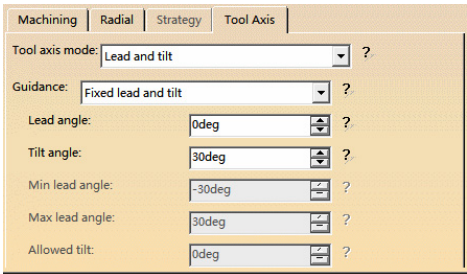

图 5-47 “Tool Axis” 选项卡（3）
- 在“Tool Axis”选项卡（3）的“Tool axis mode”下拉列表中选择“Lead and tilt”，在“Tilt angle”文本框中输入“30deg”，其他参数如图 5-47 所示。